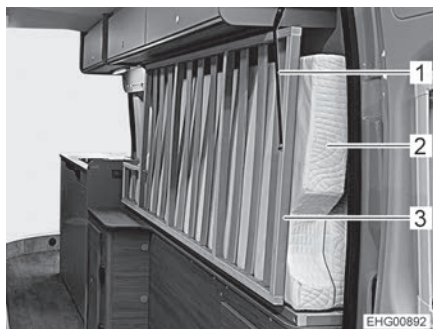

Fig. 69 Letto a destra in posizione di trasporto
- Chiudere longitudinalmente il materasso (Fig. 69,2) del letto di destra (visto in direzione di marcia) e spingerlo completamente verso l'esterno tenendolo verticale sul bordo (vedere Fig. 69).
- Ribaltare verso l'alto la rete del letto (Fig. 69,3) di destra.
- Fissare l'estremità posteriore della rete del letto con del nastro di sostegno (Fig. 69,1).